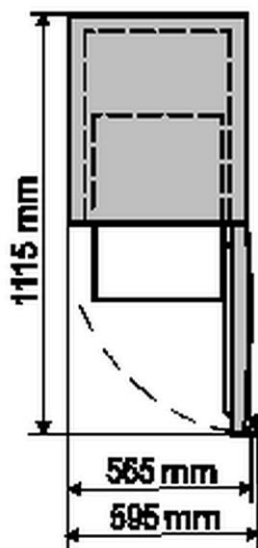

Fig. 3: Vista dall'alto con la porta dell'apparecchio aperta
- Se il frigorifero è posizionato in un angolo, è necessario lasciare uno spazio laterale di almeno 60 mm (fig. 3) per poterne aprire completamente la porta con la maniglia.